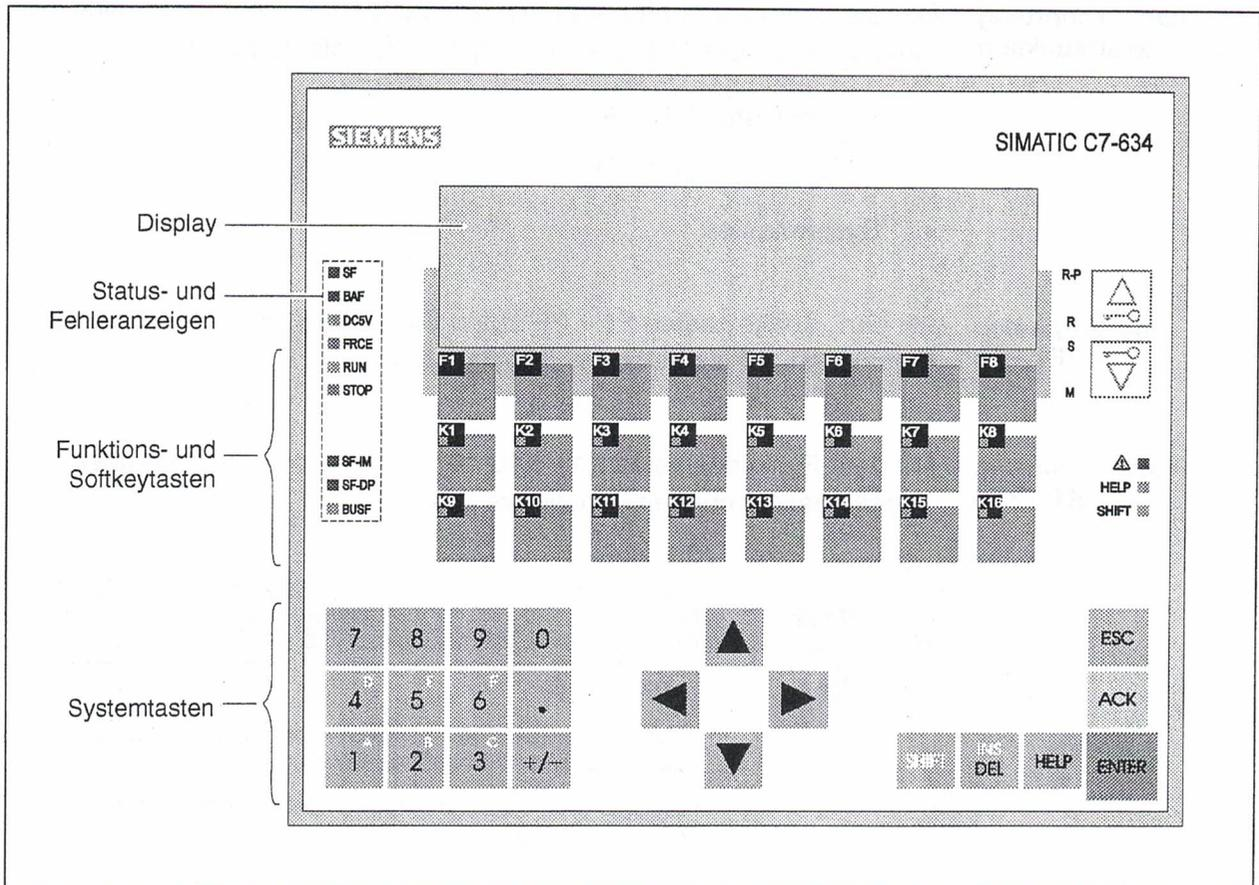

Abbildung 1-6 Bedienterminal: Übersicht
**Funktion** Das Bedienterminal (siehe Abbildung 1-6) benötigen Sie zu folgenden Bedienschritten:
**Tastenbeschriftung und Tastenfunktion** Das Bedienterminal wird über die Tastatur bedient. Auf dieser sind drei funktionale Blöcke (siehe Abbildung 1-6) zu unterscheiden:
**Systemtasten** In Abbildung 1-6 ist der Tastenblock mit den „Systemtasten“ markiert. Die Funktionalität der einzelnen Tasten ist in der folgenden Tabelle erklärt:
Das Bedienterminal besitzt die in Abbildung 1-6 dargestellten Status- und Fehleranzeigen. In der folgenden Tabelle sind die Status- und Fehleranzeigen in der Reihenfolge erläutert, wie sie auf dem Bedienterminal angeordnet sind: